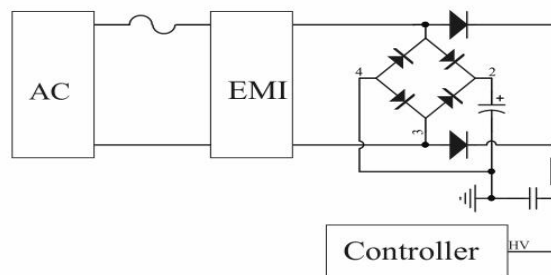

图 1 高压启动电路
DK045GJF 包含多功能高压 (HV) 引脚。为达到快速启动，内部集成了高压启动电路，可以快速启动电源同时能够有效降低待机功耗，如图 1 所示，能够快速准确监测输入电压，在输入掉电